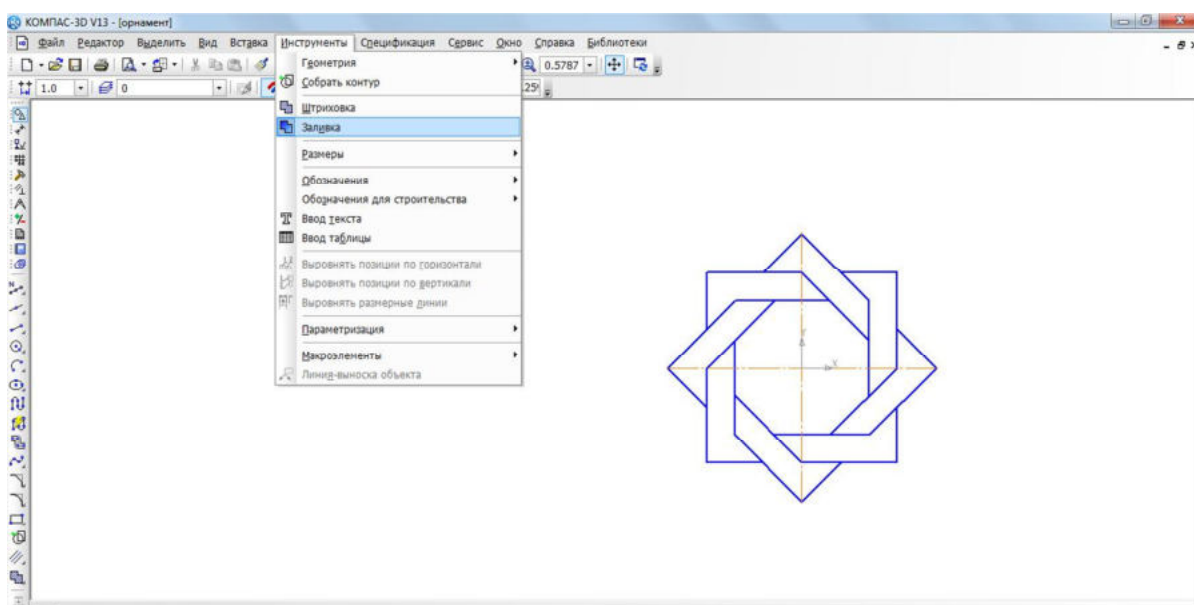

Рис. 15
- на панели **Свойств** щелкните ЛКМ на поле **Цвет**. На экране будет выведен диалог выбора цвета. Выберите щелчком ЛКМ необходимый цвет (например, желтый) – рис. 15;